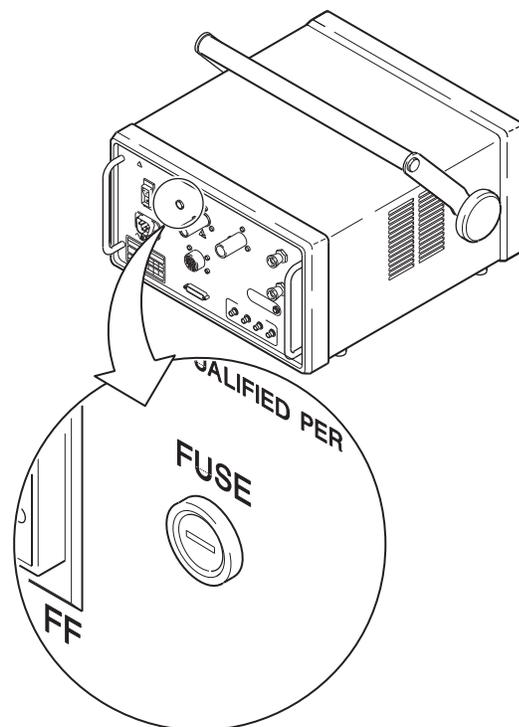

Figure 109 Emplacement du fusible en céramique
- a. Dévisser la tête de fusible à l'aide d'un tournevis plat. Voir la Figure 109.